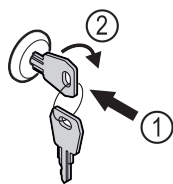

Fig. 58 Eksempelfremstilling
- Trykk inn nøkkelen Fig. 58 (1).
- Vri nøkkelen 90° med klokka Fig. 58 (2).